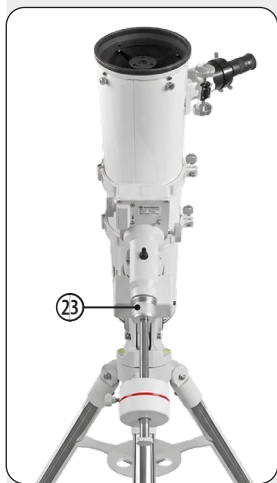

Fig. 25: Parallactische basispositie (vooraanzicht)
2. Als dit nog niet is gebeurd, richt u de gehele telescoopopbouw zo uit dat de statiefpoot onder de contragewichtstang (ongeveer) naar het noorden wijst. Open vervolgens de DEC-klemming (23), zodat de optische buis kan worden gezwenkt. Draai de buis nu zolang totdat deze naar het noorden wijst. Sluit de klemmingen weer. (Fig. 25)
3. Als dit nog niet is gebeurd, bepaalt u de breedtegraad van uw waarnemingsplaats. Gebruik de breedtegraadinstelschroeven (16) om de telescoopmontering zo in te stellen dat de wijzer precies op de juiste breedte van uw waarnemingsplaats op de breedtegraadschaal (16 a) wijst.